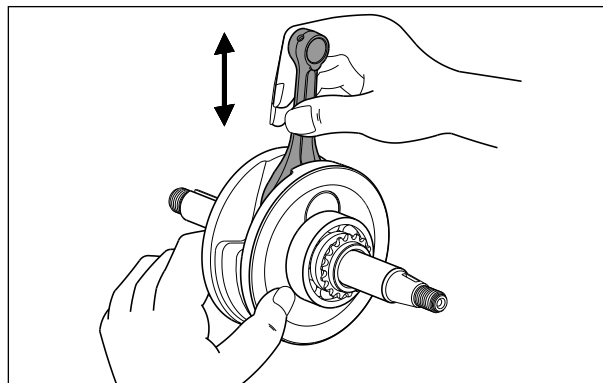

Fig. 3.164
- Além disso, segurando a árvore de manivelas, movimente a biela para cima e para baixo para verificar a folga radial. Se for observada alguma folga, substitua a árvore de manivelas por uma nova. (Fig. 3.164)